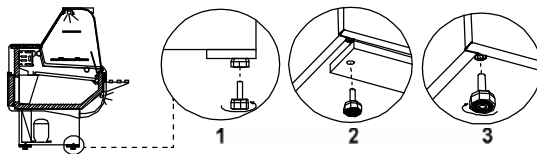

Abb.2 Entfernen der Holz Bühne
- Die Anlage auspacken und das Holzpodest, dass auf der Grundlage vorhanden ist, entfernen Abb.2 (S.23)